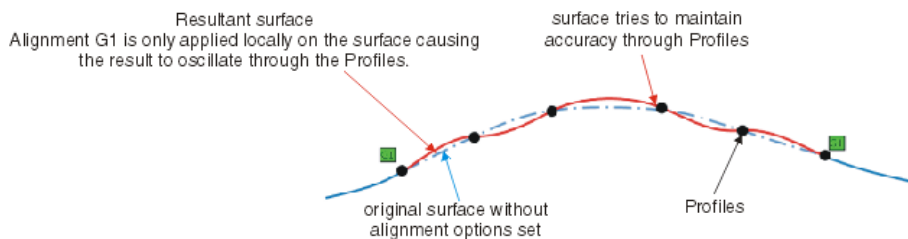

Figura 2.118 Ejemplo de posicionamiento Spread.
- **Spread (Expandirse):** las continuidades asignadas a un borde determinado influyen en la forma de la superficie existente entre todas las guías y perfiles internos seleccionados según la continuidad especificada. Dependiendo de los ajustes en continuidad, las posiciones de las curvas y los ajustes de aproximación, se puede producir un resultado oscilante (*Figura 2.118*).